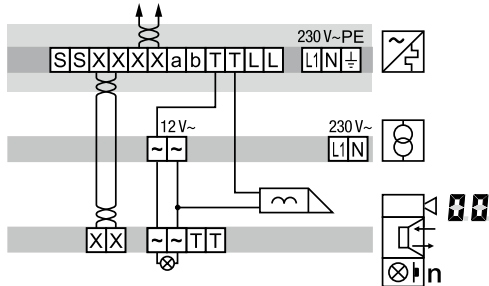

Bild 9: Anschluss der Türstation Video mit manipulationsgeschütztem Türöffner
- Bei manipulationsgeschützter Installation den Türöffner an den Kontakt **der Strangversorgung** anschließen (Bild 9).